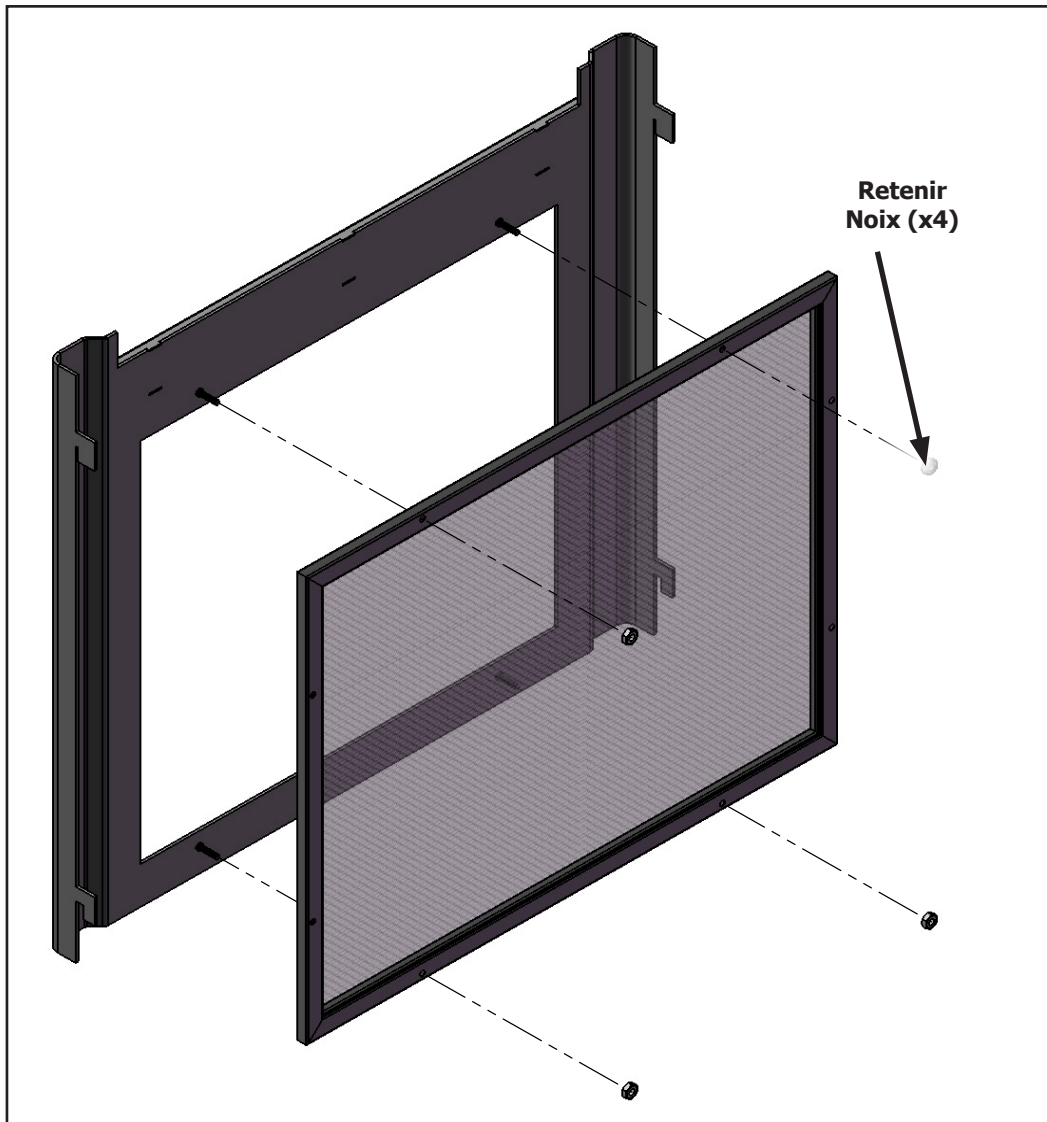

Figure 54. Retrait de l'écran de sécurité
**Étape 3:** Retirez les quatre écrous de retenue de l'arrière de la porte en fonte (Figure 54) à l'aide d'une douille ou d'une clé de 11/32 po.